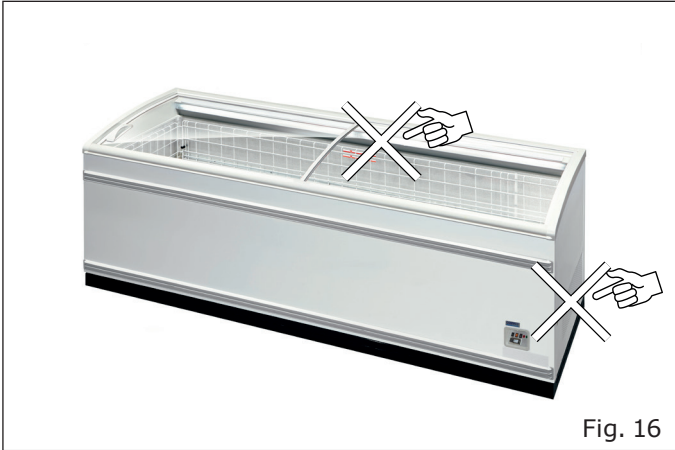

Fig. 16
- La merce non ostruisca il corretto flusso d'aria refrigerata ("Fig. 16").